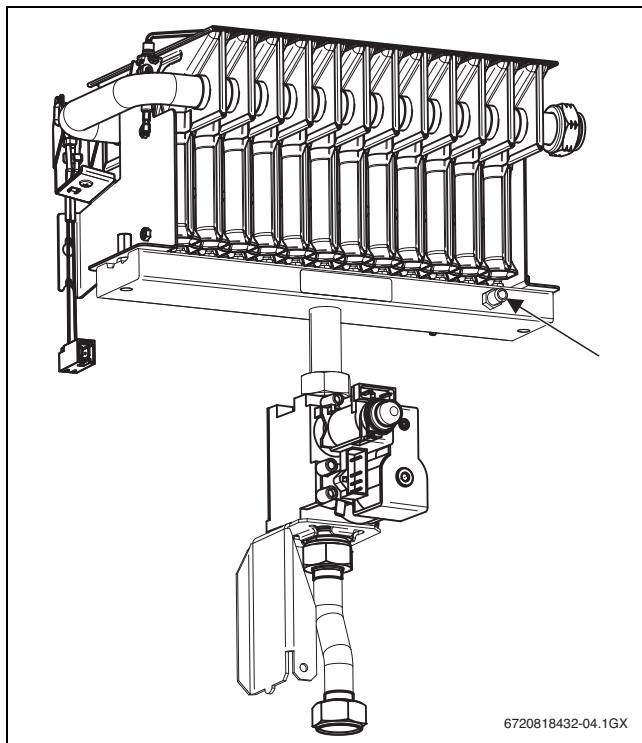

Fig. 25 Tornillo con junta para presión de inyectores
- ▶ Soltar el tornillo con junta en el cuerpo del quemador (→ fig. 25) y conectar el manómetro para tubos en U.